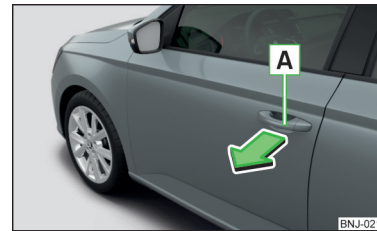

Abb. 39
- › Am Türgriff **A** in Pfeilrichtung ziehen » Abb. 39.